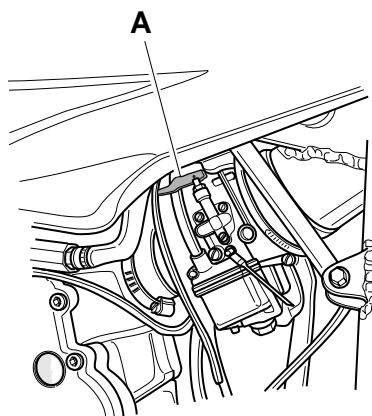

Fig. 5
6. Riscaldare il motore accelerando leggermente finchè il motore non giri senza bisogno di starter (A-Fig.5).
6. Warm up the engine with a little throttle, until it runs smoothly with the starter off (A-Fig.5).
6. Den Motor mit wenig Gas warmfahren, bis er hone Starter einwandfrei rundläuft (A-Abb.5).
6. Avec un peu de gaz, faites monter la température du moteur jusqu'à ce qu'il tourne uniformément sans starter (A-Fig.5).